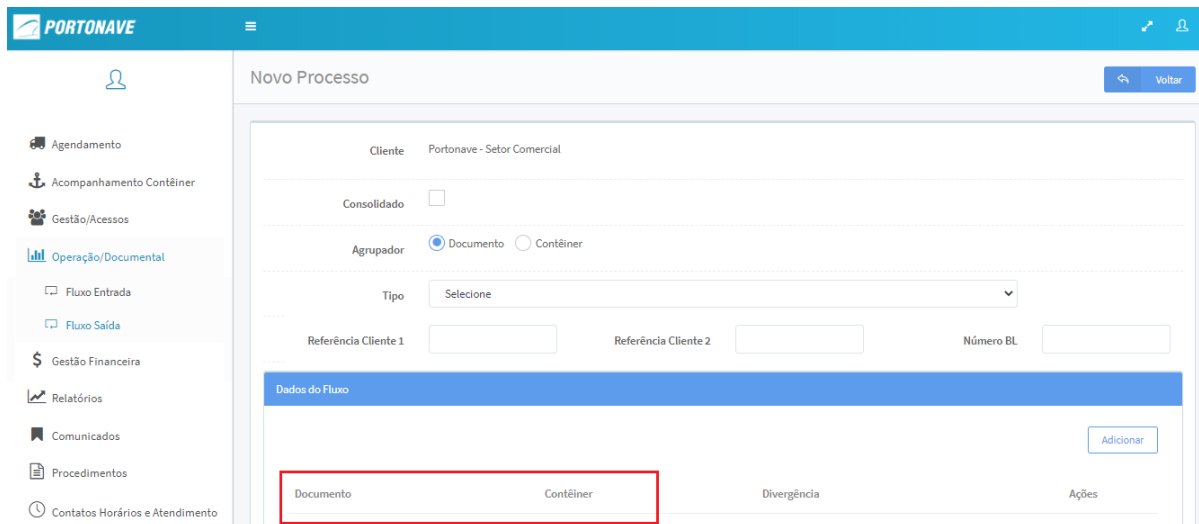

Figura 07 – Tela Informações do Processo.
- 6- Em **Dados do Fluxo**, informe o número da DTA e contêiner e, em seguida, aperte o botão **Adicionar**. Caso exista mais de um contêiner, repita o procedimento (**Figura 07**);